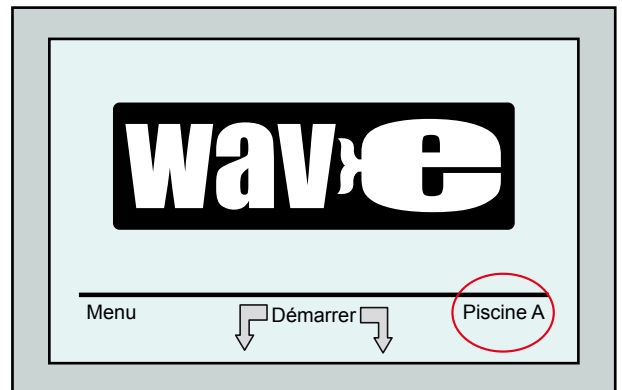

Figure 8 : Ecran Wave avec 'Piscine A' en tant que réglage par défaut
3. Mettez l'appareil sous tension - l'écran Wave du pupitre MMI (Figure 8) affiche alors la fenêtre d'accueil.
1. Accédez à l'écran Wave. 'Piscine A' est affichée en tant qu'option en cours, comme le montre la Figure 8.
1. A l'écran Wave, appuyez sur le réglage piscine actuellement affiché à droite de l'écran (voir Fig. 8) pour accéder à l'écran *Profil piscine*.